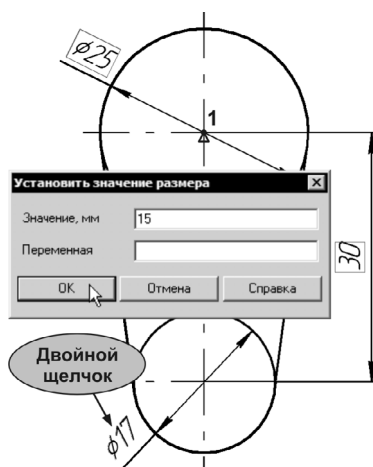

Рис. 61.8.
15. В появившемся диалоге задайте точное значение размера — 15 мм (рис. 61.8).